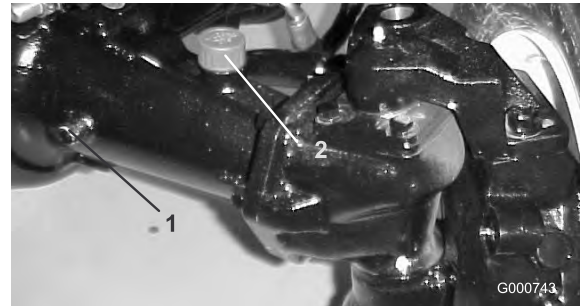

Figura 70
2. Togliete un tappo di controllo (Figura 70) da un lato del ponte posteriore e verificate che il lubrificante raggiunga la base del foro. Se il livello è basso, togliete il tappo di riempimento (Figura 70) e rabboccate con lubrificante finché non raggiunge la base dei fori dei tappi di controllo.